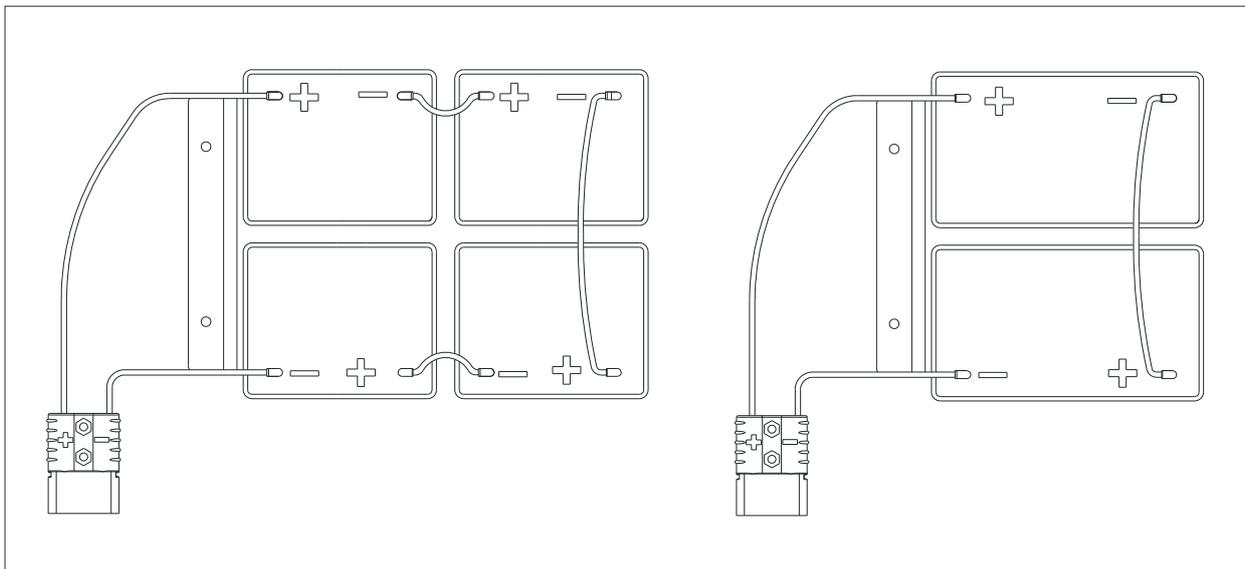

Abbildung 3
Das Gerät benötigt zwei 12-V-Batterien oder vier 6-V-Batterien, die gemäß Abbildung 3 angeschlossen werden.
- Verlegen und installieren Sie das Akkukabel wie in (Abbildung 3) dargestellt und ziehen Sie dann die Muttern an jedem Akkustecker vorsichtig an. Schließen Sie den Akku an den Anschluss der Maschine an.